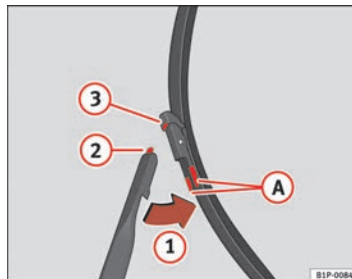

Fig. 149 Substituição das escovas do limpa pára-brisas
- Pressionar os botões laterais **A** e soltar a escova deslocando-a no sentido da seta **1** ⇒ fig. 149.
- Introduzir a patilha **2** no alojamento **3** da escova ⇒ fig. 149. ►
- Deslocar a escova para o braço no sentido contrário ao da seta ①, até ouvir um clique ⇒ fig. 149.